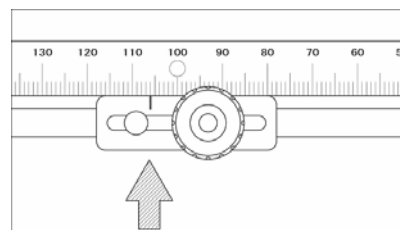

図 6
5. 測定したいところにコンベックスの上端が当たったら、指示板の - が指すスケールの値を読みます。(図 6)